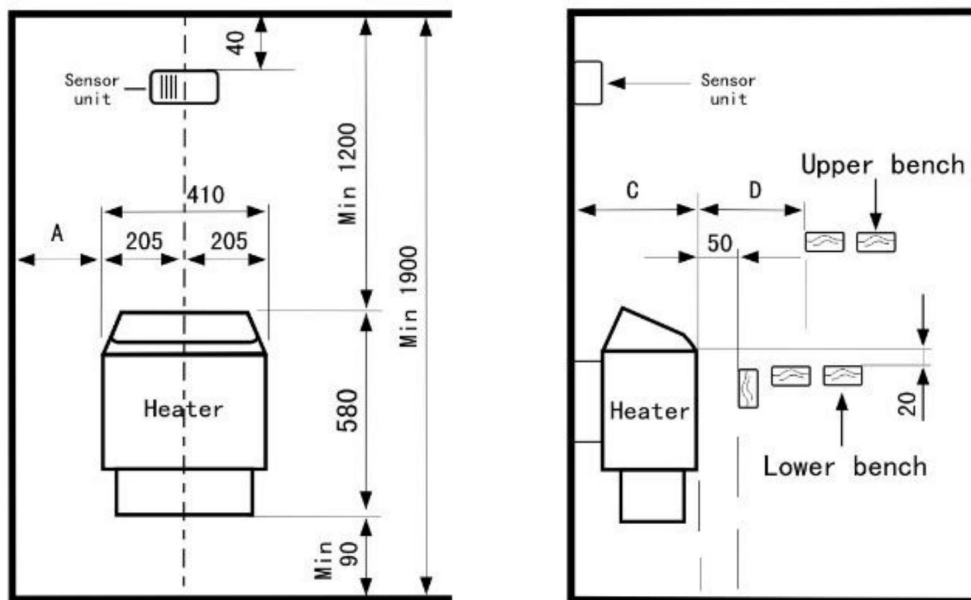

Fig 3
Temperaturgivare och bastuaggregat måste installeras strikt enligt till följande diagram. (Se fig 3 och fig 4)
2. Fäst kretskortet med bult i väggen rakt över bastuaggregat. Kontrollera diagram för minsta avstånd (se fig3).
Kontrollpanelen är stänksäker och kan installeras på en torr plats nära basturummet. Temperaturgivaren måste monteras på väggen inne i bastun. Vänligen följ minimisäkerhetsavståndet för bastuaggregatet under installationen (se fig3), som ingår i installationsschemat. Underlåtenhet att följa dessa kan orsaka brännskador på träväggen.